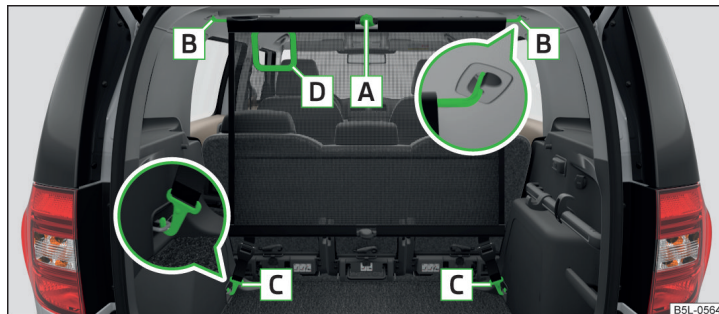

Fig. 99 Utilizar la red separadora detrás de los asientos posteriores
- Monte la barra transversal en el alojamiento **[B]** » fig. 99, primero en un lado, y presione hacia delante. Introduzca de igual modo la barra transversal en el otro lado, en el alojamiento **[B]**.
- Suelte las cintas en ambos lados y desenganche el gancho de mosquetón **[C]** » fig. 99.
- Presione la tecla roja de la articulación **[A]** » fig. 99; ésta se soltará.
La abertura **[D]** » fig. 99 en la red de separación sirve para implementar el cinturón de seguridad de tres puntos de fijación » página 13.